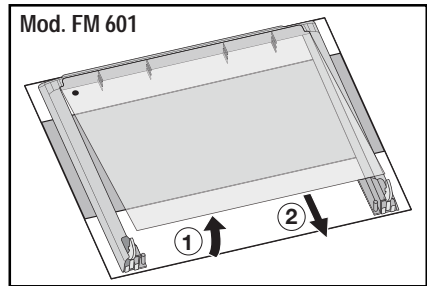

Fig. 9
11. Soulevez doucement et sortez délicatement la vitre intérieure (Fig. 9).